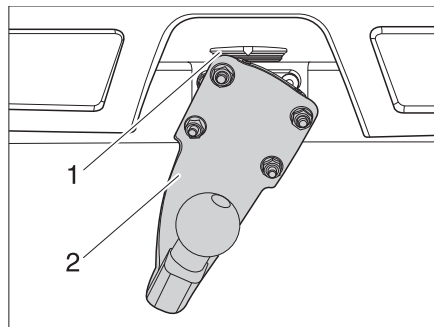

Fig. 6 Acoplamiento de remolque
- Aplicar el acoplamiento de remolque (Fig. 6,2) en ángulo de 90° en el dispositivo de retención (Fig. 6,1).
- Girar el acoplamiento de remolque (Fig. 6,2) hacia abajo, hasta que el dispositivo de retención (Fig. 6,1) engatille.
- Empujar el dispositivo de retención (Fig. 6,1) hacia arriba.
- Girar el acoplamiento de remolque (Fig. 6,2) 90° a la izquierda.
- Soltar el dispositivo de retención (Fig. 6,1).
- Retirar el acoplamiento de remolque (Fig. 6,2).